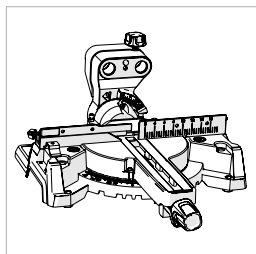

Fig. 3
- La base giratoria y el cuello de bisel **(Fig. 3)**